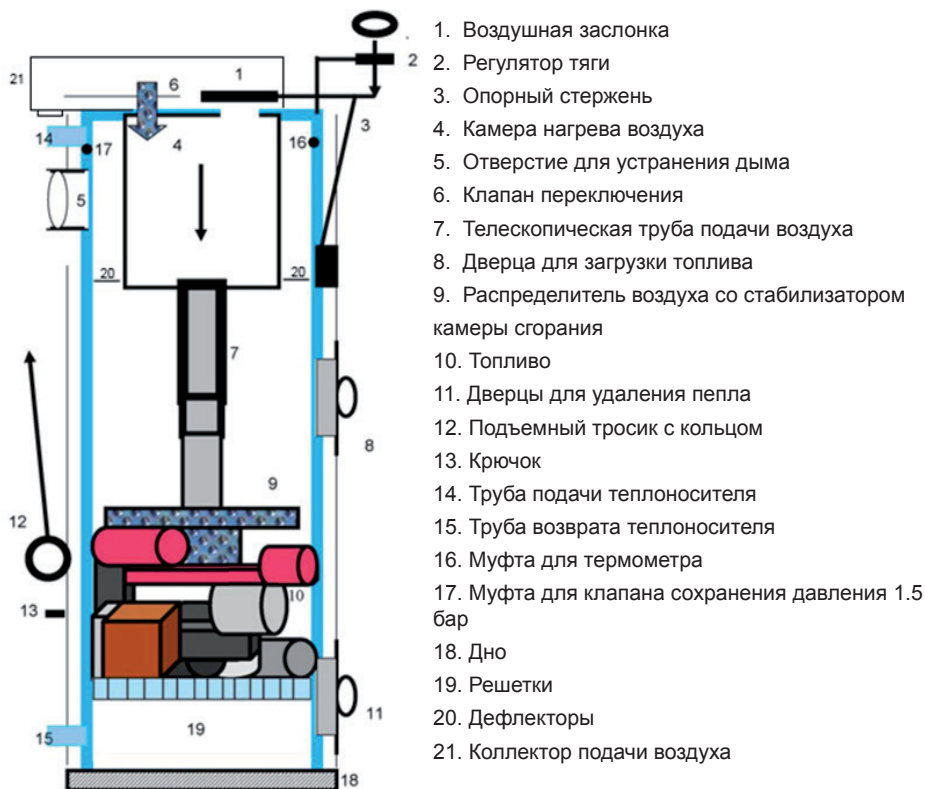
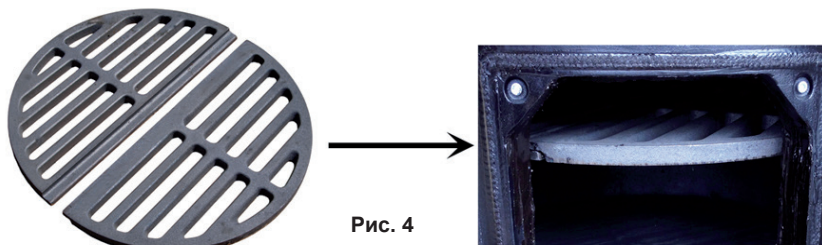
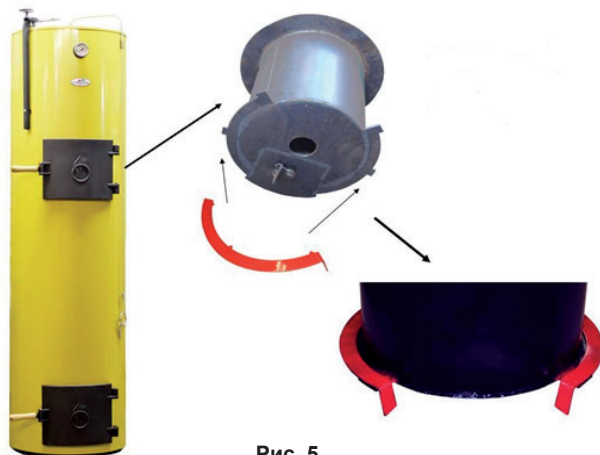

Рис. 1
Рис. 4
Рис. 5
2.1. ОПИСАНИЕ КОНСТРУКЦИИ КОТЛА (Рис. 1)
На самую маленькую часть телескопической трубы подачи воздуха (7) (Рис. 1) насаживается стабилизатор камеры сгорания (Рис. 3), который в новых котлах – цельный. Мы также производим и восстановленные стабилизаторы из двух частей. Если на телескопической трубе подачи воздуха (7) (Рис.1) есть три отверстия, то стабилизатор фиксируется в третьем отверстии с помощью штыря, а если отверстие лишь одно – необходимо дополнительно сделать еще одно отверстие над существующим отверстием на расстоянии в 55 мм. Прикрепив стабилизатор, прикрепляется распределитель воздуха (Рис. 3).
При сжигании очень сухих и мелких дров, гранул, древесных брикетов и угля, распределитель крепится на центральном отверстии, чтобы расстояние между концом трубы подачи воздуха (7) (Рис. 1) и распределителем уменьшилось до 5-7 мм.
3.3. РЕШЕТКИ (Рис. 4)
Используйте решетки (19) (Рис. 1); (Рис. 4) при топке гранулами, углем, торфом или брикетами из древесных опилок. Решетки необходимо повесить на крючки, расположенные в нижней части котла, открыв нижнюю дверцу (11) (Рис. 1). Решетки (19) (Рис. 1); (Рис. 4) найдете в комплектации, открыв нижние дверцы для удаления пепла (11) (Рис. 1). Эта деталь подвешивается в котле „U“ для того, чтобы дополнительный воздух попал через воздушный канал в нижней части котла, который необходим при топке котла углем или торфяными брикетами. В котле „БИО“ решетки подвешиваются для того, чтобы образовавшийся уголь полностью сгорел. Поместите решетки (19) (Рис. 1); (Рис. 4) на дно универсального и „БИО“ котла при топке древесиной. Данная деталь комплектуется при покупке универсального и „БИО“ твердотопливного котла „Stropuva“. Для замены решетки изготавливаются из двух частей.
3.4. ДЕФЛЕКТОРЫ (Рис. 5)
Дефлекторы (полумесяцы) 2 шт.(Рис. 5) предназначены для повышения экономичности котла. Установив котел рекомендуем поместить дефлекторы (20) (Рис. 1) через верхние дверцы для загрузки топлива (8) (Рис. 1) на внутренний бочок воздушного подогревателя, на его нижнюю часть.
Если в котле слишком сильная тяга, запустите дополнительный воздух из котельной, используя клапан (зажим дымохода) (Рис. 6), который находится на отверстии для устранения дыма (5) (Рис. 1). Для того, чтобы уменьшить тягу и вибрацию, необходимо открыть отверстие дымохода. Для увеличения тяги – закройте отверстие с помощью зажима дымохода (Рис. 6).
Клапан предназначен для защиты твердотопливных котлов от перегрева. Когда давление воды достигает опасного уровня, клапан открывается, в результате чего горячая вода сливается в канализацию, и в то же время, когда давление в системе падает, отопительная система заполняется холодной водопроводной водой с помощью автоматического пополнения. Клапан должен быть установлен в верхней части котла (17) (Рис. 1) возле дымохода (смотреть пункты 6.2; 6.3; 6.4 в схеме подключения Нр. 23). Холодная водопроводная вода подсоединяется к автоматическому пополнению системы, которое устанавливается на линии возврата теплоносителя отопительной системы вблизи котла.